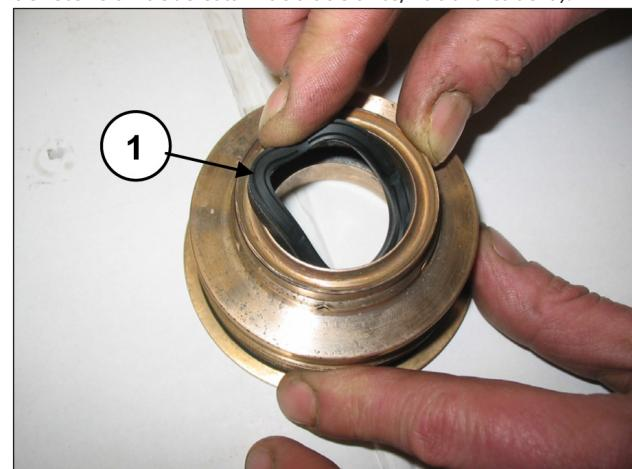

Fig. 149
Introducir la junta de baja presión en el soporte de la junta (pos. ①, Fig. 149) controlando el sentido de montaje (el labio de retención debe estar hacia adelante, hacia la cabeza).